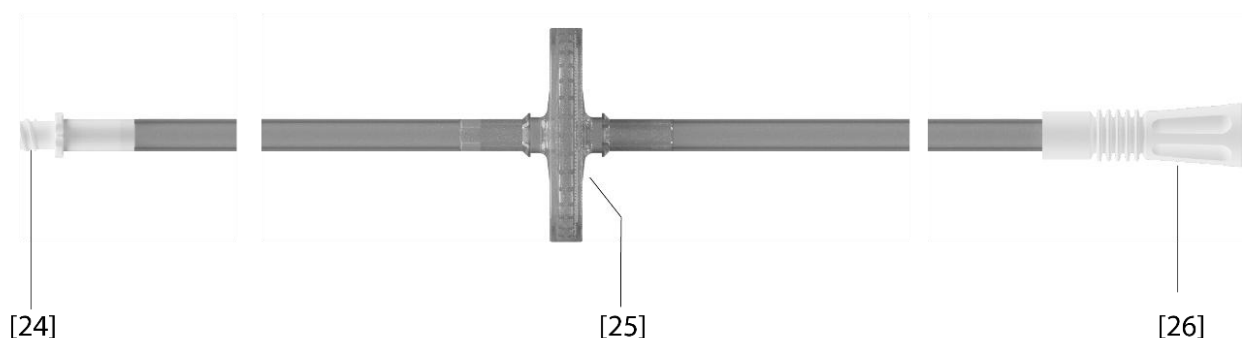

Figura 7 – Conjunto de tubos para vácuo
- Um tubo de sucção a vácuo (Figura 7).